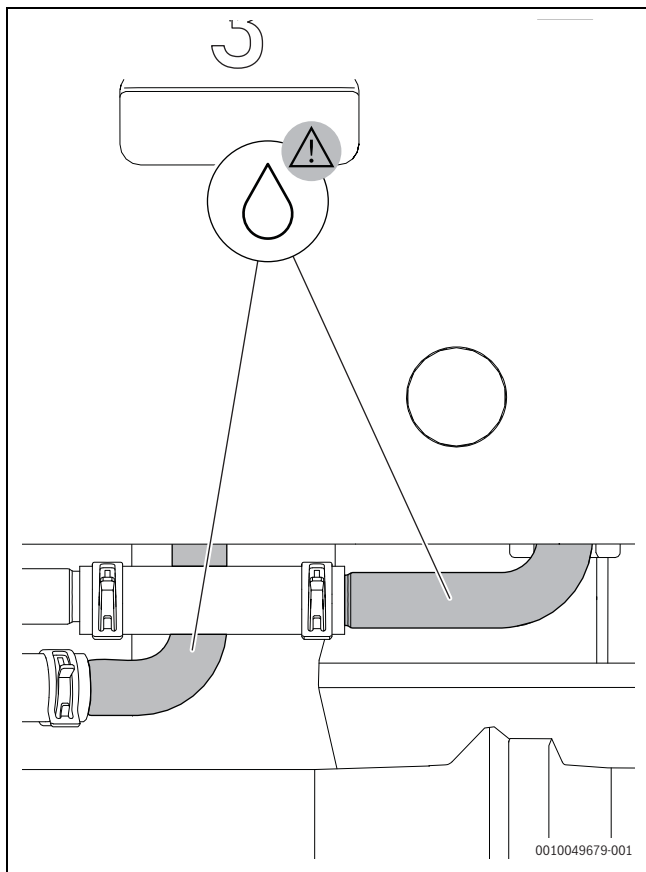

Fig. 24 Tubes nécessitant une isolation lorsque le mode de refroidissement est utilisé en dessous du point de rosée
- ▶ Pour éviter une brèche thermique, l'installateur doit isoler les tubes thermiques (voir → Fig. 24 "Tubes nécessitant une isolation lorsque le mode de refroidissement est utilisé en dessous du point de rosée").